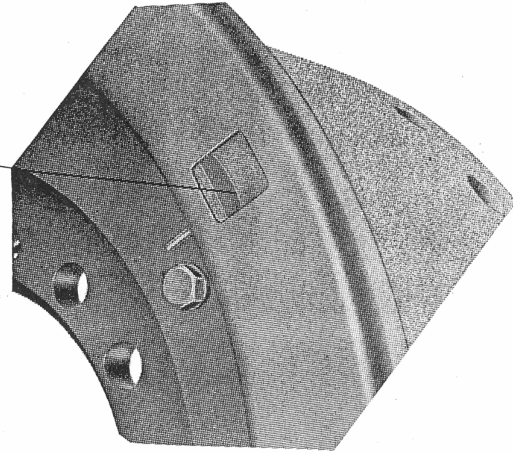

Bild 3
a) Bremsbelagwechsel (Nach Erreichen der Verschleißkante (Bild 3).)